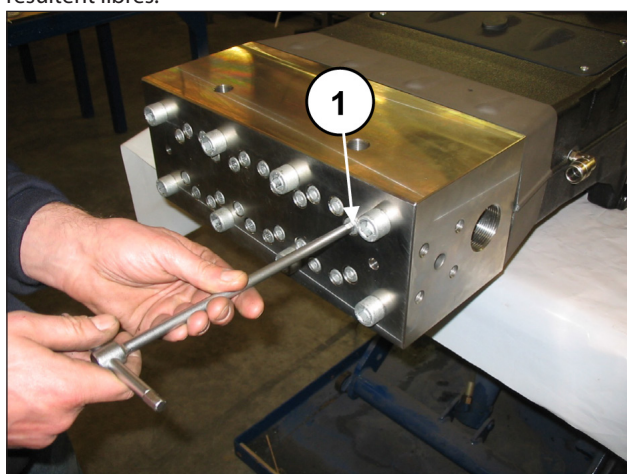
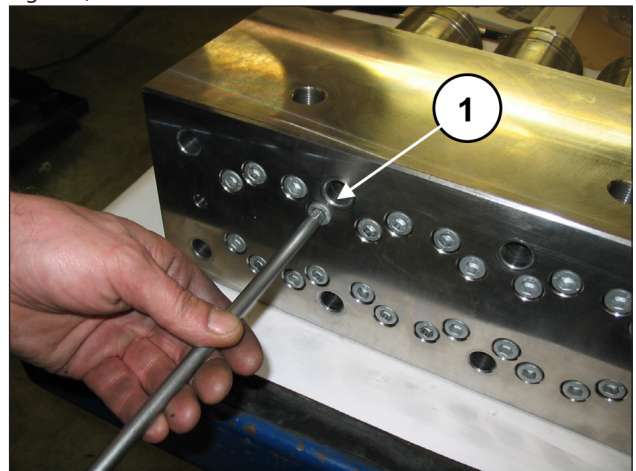
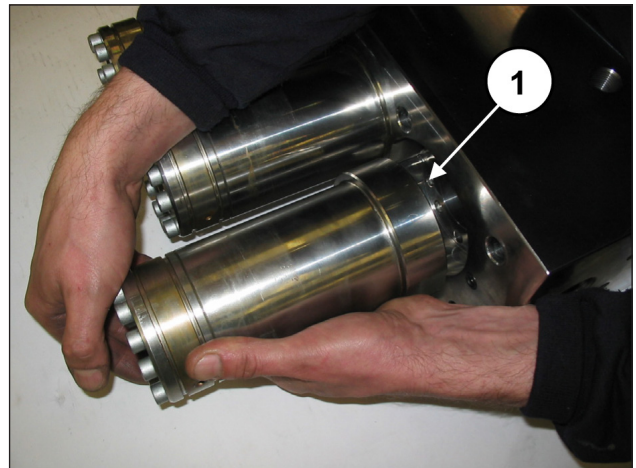

Fig. 106
Fig. 112
Fig. 113
Desserrer, sans les déposer, les vis M10x140 de fixation des chemises sur la tête (rep. ①, Fig. 106) de sorte qu'elles résultent libres.
Déposer les vis M10x140 de fixation des chemises sur la tête (rep. ①, Fig. 112) et dégager les groupes chemises (rep. ①, Fig. 113).
Désassembler la tête et l'entretoise de chemises du carter de pompe en suivant les explications au parag. 2.2.1 (de Fig. 106 à Fig. 113).